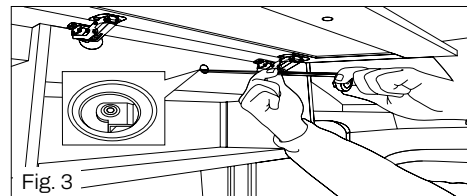

Fig. 3
Step 3 Inserire l'asta, incastrandola nel foro predisposto sul motore, e girarla: in senso orario il letto sale, in senso antiorario il letto scende (Fig. 3).
- Tenere premuta la maniglia (Fig. 3) per far ruotare il tavolo.